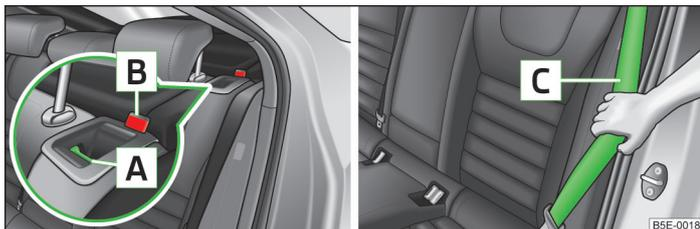

Abb. 50 Sitzlehne: entriegeln/verriegeln
➤ Den Sicherungsknopf **A** » Abb. 50 drücken und die Sitzlehne ganz vorklappen.
- Den hinteren äußeren Sicherheitsgurt **C** » Abb. 50 an der Seitenverkleidung halten.